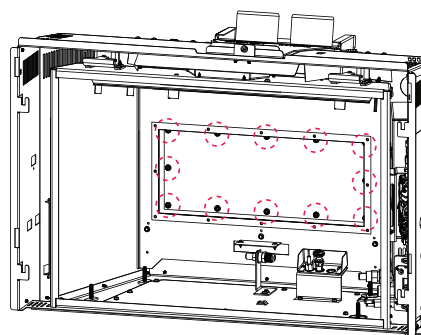

Fig. 8-5
- E. Retirez le deuxième panneau d'accès de la soufflerie en enlevant les 12 vis (**Fig. 8-5**).